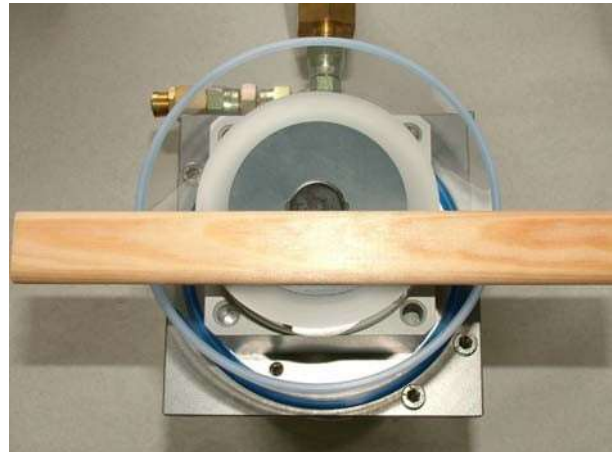

Fig. 9 : Positionnement du joint en caoutchouc rond
- Placer le joint en caoutchouc rond et le positionner parallèlement au cylindre à l'aide d'une règle posée sur l'enveloppe thermique (cf. Fig. 9, les trous en forme de demi-lune devront se